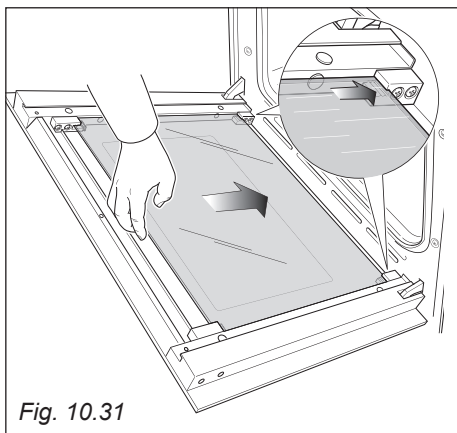

Fig. 10.31
- Inserire delicatamente il vetro intermedio nelle guide dei morsetti superiori (operazione 1 di figura 10.30), poi abbassare la parte inferiore fino a farlo appoggiare all'interno dei morsetti inferiori (operazione 2 di figura 10.30). Poi farlo scorrere in posizione (fig. 10.31).